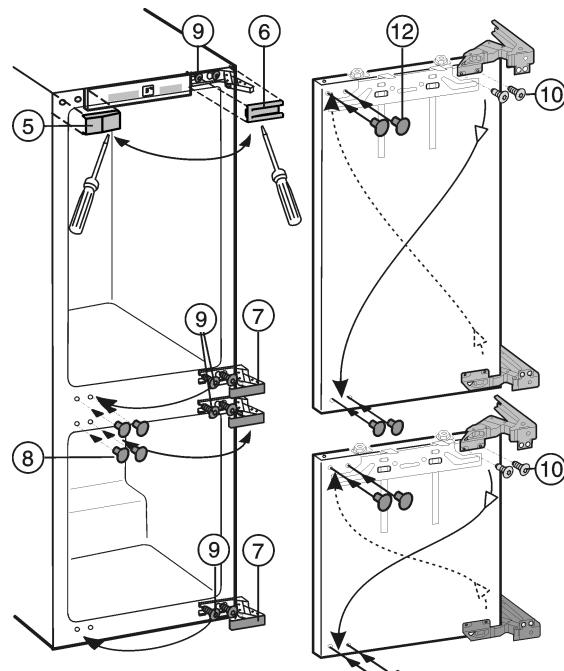

Fig. 3
- Soulever les caches Fig. 3 (5,6,7,8) avec un tournevis pour vis à fentes.
- Seulement desserrer les vis Fig. 3 (9) vis en haut et en bas au corps de l'appareil.
- Intervertir les vis Fig. 3 (9) sur le côté opposé et les visser provisoirement.
- Dévisser les vis Fig. 3 (10) et retourner la charnière en diagonale.
Les vis Fig. 3 (10) sont auto-taraudentes : Utiliser le tournevis à accu.
- Fermer les anciens trous de fixation avec les bouchons Fig. 3 (12).
- Mettre les portes dans les vis Fig. 3 (9) pré-montées et les visser avec un couple de serrage de 4 Nm.